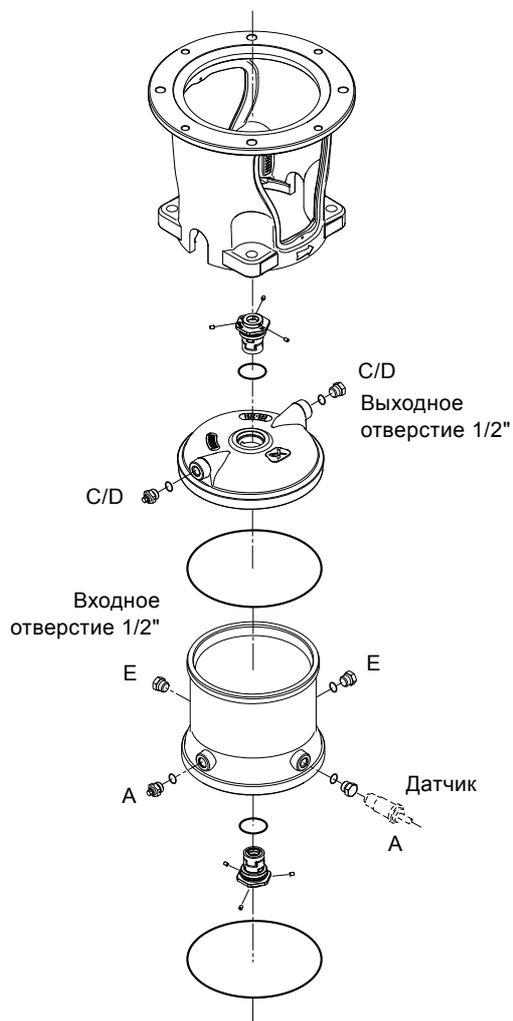

Рис. 1 Камера уплотнения CR, CRN 95, 125, 155
1	<p>Подсоединить трубопровод для подачи запорной жидкости</p> <ul style="list-style-type: none"> Соединить один торец с камерой уплотнений (поз. E, рис. 1). Другой торец - с нагнетательным патрубком дозирующего насоса.
3	<p>Заполнение и удаление воздуха из камеры уплотнения</p> <ul style="list-style-type: none"> Запустить дозирующий насос. Заполнить камеру уплотнения и удалить из неё воздух через винт вентиляционного отверстия в верхней части камеры (поз. C/D, рис. 1). <p>Дозирующий насос автоматически остановится, когда будет достигнуто давление, заданное на этапе 2.</p>
4	<p>При работе с подпором</p> <ul style="list-style-type: none"> Открыть в головной части насоса вентиляционное отверстие (поз. A, рис. 1), закрытое винтом. Закрыть задвижку на стороне нагнетания насоса. Открыть задвижку со стороны всасывающего патрубка насоса. Медленно заполнить насос перекачиваемой жидкостью. Когда жидкость начнет вытекать через вентиляционное отверстие, немедленно закрыть его, завернув винт до упора. <p>При работе на всасывание</p> <ul style="list-style-type: none"> Открыть в головной части насоса вентиляционное отверстие (поз. A, рис. 1), закрытое винтом. Закрыть задвижку на стороне нагнетания насоса. Заполнить насос и всасывающий трубопровод перекачиваемой жидкостью, используя для этой цели воронку. Когда жидкость начнет вытекать через вентиляционное отверстие, немедленно закрыть его, завернув винт до упора. <p>Внимание: Во всасывающем трубопроводе необходимо установить обратный клапан.</p>
- Через несколько минут после пуска необходимо еще раз удалить из насоса воздух через винт вентиляционного отверстия (поз. А, рис. 1).
Слить жидкость из камеры, отвернув самую нижнюю пробку (поз. E, рис. 1).